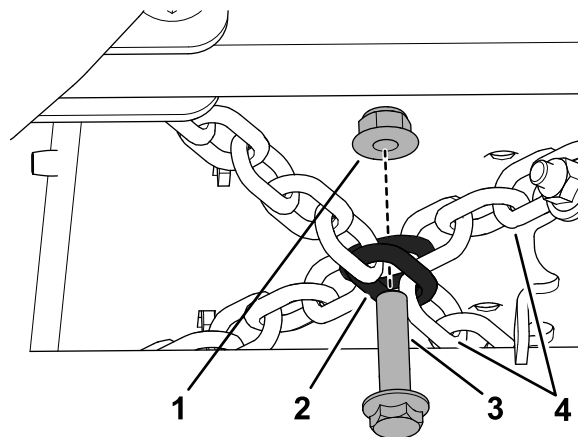

図 15
5. チェーンがクロスしているところ 図 15 で、フランジヘッドボルト $\frac{3}{8}$ x 1- $\frac{1}{2}$ "とフランジロックナット $\frac{3}{8}$ "でチェーン同士を組み合わせる。